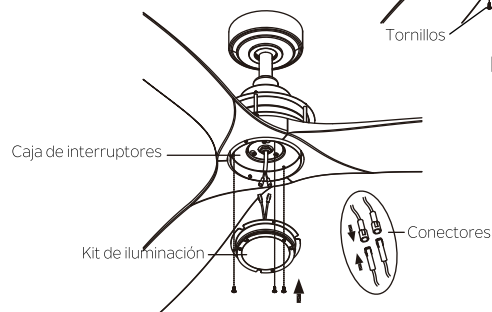

Fig. 26
**Paso 6.** Sujete el kit de iluminación cerca de la caja de interruptores y conecte los cables BLANCOS del kit de iluminación y el ventilador haciendo presión entre los conectores. Siga el mismo procedimiento con los cables NEGROS. (Fig. 26)
**Paso 7.** Inserte las conexiones en forma ordenada dentro del kit de iluminación. Alinee tres orificios redondos sobre el kit de iluminación y la caja de interruptores. Ajuste bien con los 3 tornillos retirados anteriormente en el Paso 5. (Fig. 26)